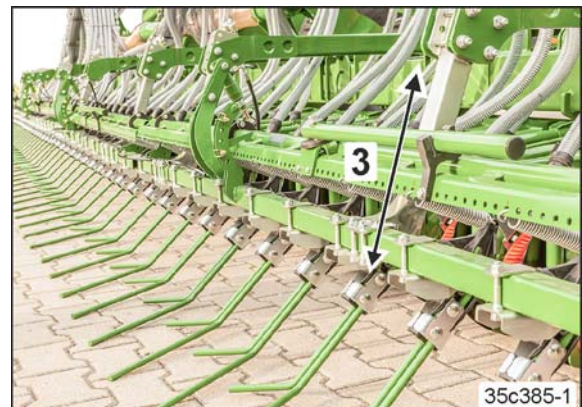

Fig. 187
5. Gleiche Einstellungen (Fig. 187/3) an allen Verstellsegmenten vornehmen.